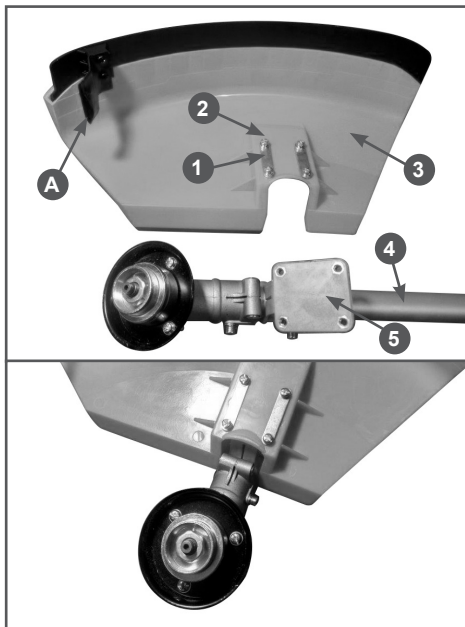

Рис. 2 Установка защитного кожуха
Снимите винты 2 и пластины 1 крепления с защитного кожуха 3 (Рис. 2). Совместите отверстия крепления защитного кожуха и кронштейна 5, размещенного на штанге 4 (Рис. 2). Установите пластины и закрепите их винтами.
Снимите защитный чехол с ножа А (Рис. 2) для обрезки корда (при его наличии).
*Перед первым использованием триммера с триммерной головкой необходимо удалить защитный чехол (при его наличии) с ножа (Рис. 2) для обрезки корда.*